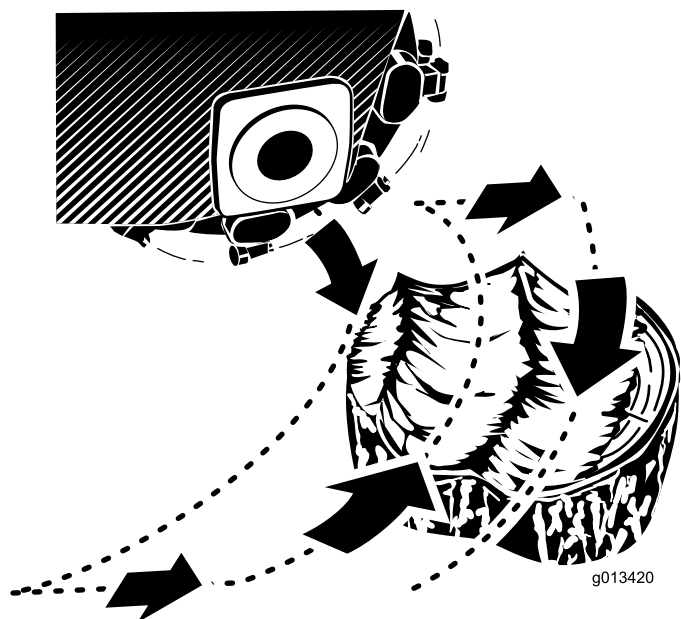

Bild 22
2. Positionieren Sie die Fräse mit dem Fräsensteuerhebel und dem Fahrtriebshebel zu einer Seite an der Vorderseite des Baumstumpfs, ca. 2,5 cm unter der Oberfläche (Bild 22).
4. Pendel Sie die Fräse langsam mit dem Fräsensteuerhebel über die Oberfläche des Baumstumpfs und schneiden Sie Splitter ab (Bild 22).
5. Versetzen Sie die Maschine etwas nach vorne und wiederholen Sie Schritt 4 (Bild 22).
6. Wiederholen Sie die Schritte 4 bis 5, bis Sie die ganze Oberfläche des Baumstumpfs abgefräst haben (Bild 22).